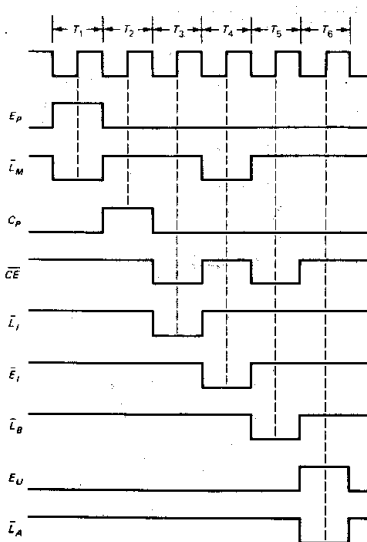

Fig. 10-19
10.5. A Fig. 10-19 mostra o diagrama de temporização para a instrução **ADD**. Desenhar o diagrama de temporização para a instrução **SUB**.